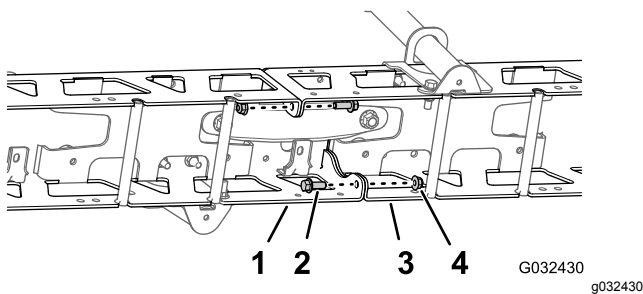

Bild 52
1. Entfernen Sie die zwei Bundkopfschrauben (3/8" x 1") und die zwei Sicherungsmuttern (3/8"), mit denen die vertikalen Flansche des linken und rechten Trägerrahmens befestigt sind (Bild 52).